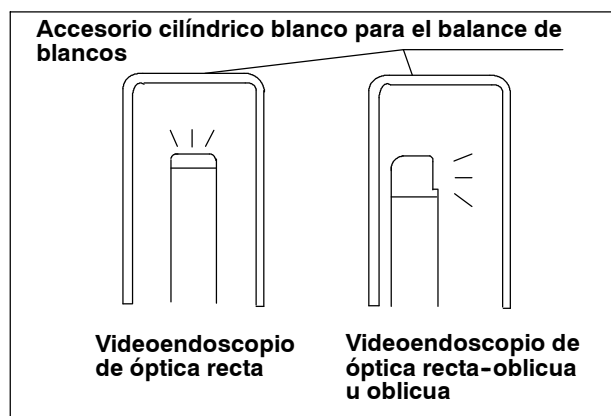

Figura 5.2
2. Introduzca el extremo distal del endoscopio en el accesorio cilíndrico blanco para el balance de blancos (MH-155), como se muestra en la figura 5.2. Sostenga el accesorio y el extremo distal del endoscopio sin moverlos para evitar la formación de halos.